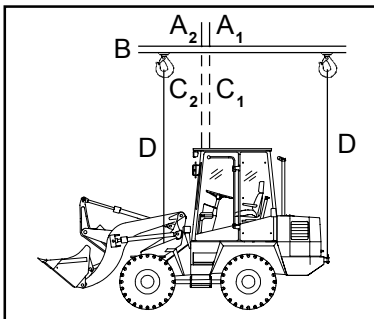

Bild 7-4
- Der Aufnahmepunkt ((7-4/A₁ - Gerät ohne Standardschaufel) bzw. (7-4/A₂ - Gerät mit Standardschaufel)) des Tragemittels (7-4/B) muß genau senkrecht über dem Schwerpunkt (7-4/C₁ bzw. 7-4/C₂) des Gerätes liegen (siehe Bild 7-4), damit sich das Lastaufnahmemittel **waagrecht** über der Längsmittelachse des Gerätes befindet.
(8) Koppla om styrningsomkopplaren till läge bakhjulstyrning (4-8/3).
(9) Ställ körriktningssomkopplaren (4-7/1) i läge 0.
(10) Tryck på vippströmställaren för varningsblinkersen (4-10/13).
(11) Lossa parkeringsbromsen (4-9/1).
- The lifting point ((7-4/A₁ - loader without standard bucket) or (7-4/A₂ - loader with standard bucket) of the lifting device (7-4/B) must be located vertically and directly above the centre of gravity (7-4/C₁ or 7-4/C₂) of the loader (see figure 7-4) so that the lifting device is located **horizontally** above the longitudinal axis of the loader.